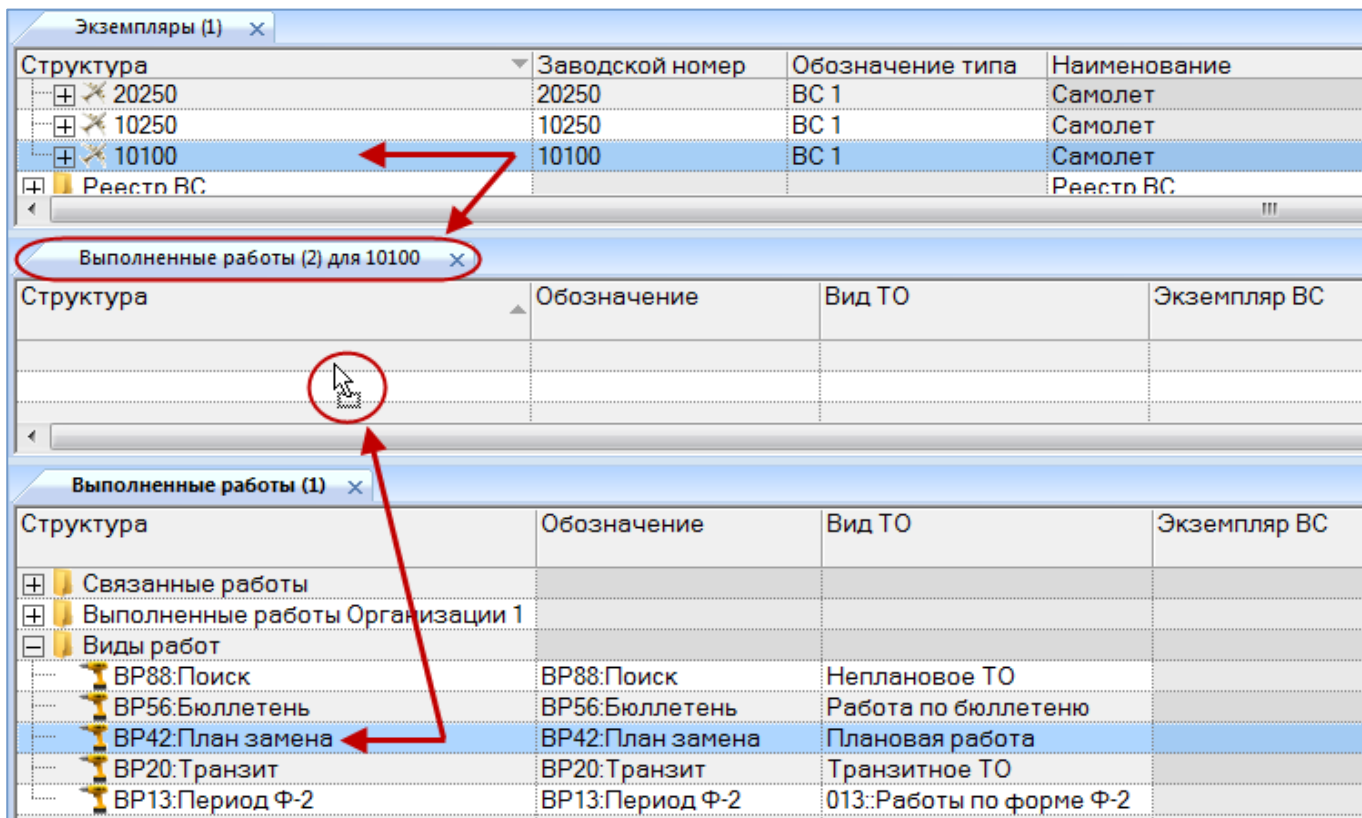

Рис. 13-470 – Создание связи выполненной работы и экземпляра ВС
кнопку «Пересчитать» панели «Правка» (рис. 13-470). После выполнения пересчета рассчитанное значение отображается в поле «Суммарная стоимость» для выбранной работы.
9) После ввода значений параметров выполненной работы в полях – стоимость запчастей, расходных материалов, затрат на персонал необходимо пересчитать суммарную стоимость выполненной работы, для этого необходимо выбрать строку с работой и нажать кнопку «Пересчитать» панели «Правка» (рис. 13-470). После выполнения пересчета рассчитанное значение отображается в поле «Суммарная стоимость» для выбранной работы.